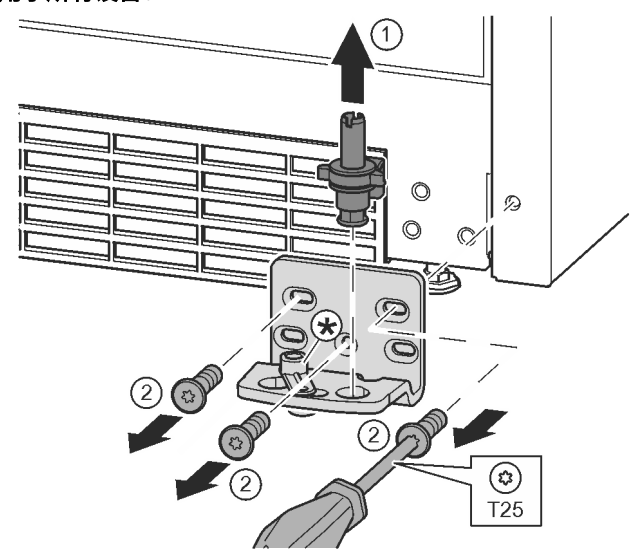

Fig. 15
- ▶ 将轴承螺栓完全向上拉出。 Fig. 15 (1)
- ▶ 用 T25 螺丝刀将螺钉旋开并取下托架 Fig. 15 (2)